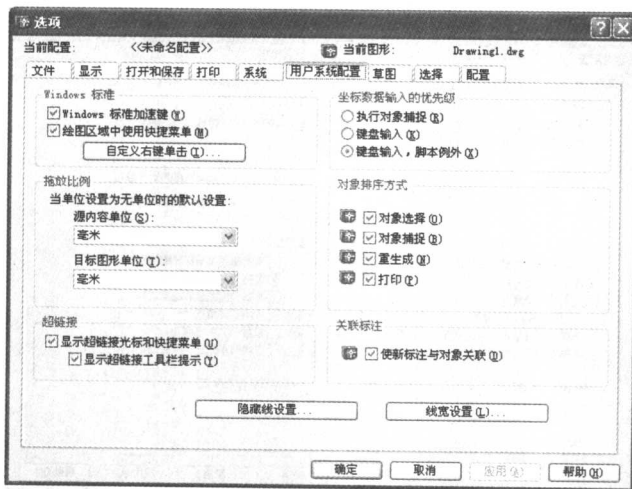

图 7 “用户系统配置”
(1) 在“选项”对话框中单击“用户系统配置”选项卡, 出现如图 7 所示的对话框。